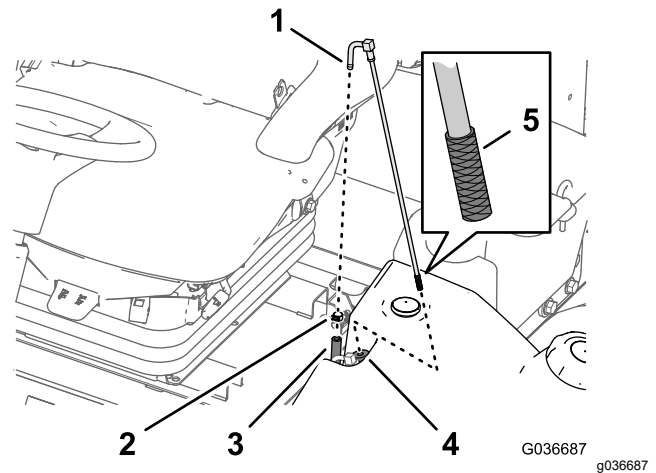

Figure 58
1. Retirez le collier qui fixe le flexible de carburant au raccord du tube d'aspiration (Figure 58).
2. Débranchez le flexible du raccord (Figure 58).
3. Soulevez et déposez le tube d'aspiration du réservoir de carburant (Figure 58).
4. Nettoyez les débris éventuellement présents sur la crépine au bout du tube d'aspiration de carburant (Figure 58).
5. Insérez le tube d'aspiration dans la bague de caoutchouc et dans le réservoir de carburant (Figure 58).